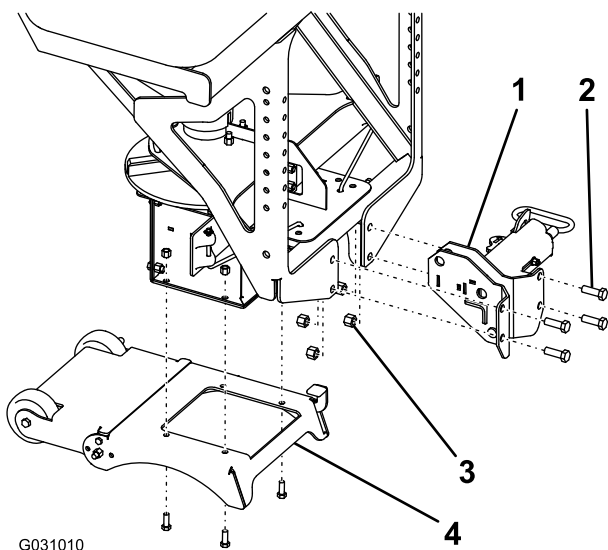

Figura 8
1. Monte la pieza de fijación RT3 en el esparcidor con 4 pernos (1/2") y contratuercas (1/2") y apriete los pernos con un par de 76 N m (Figura 8).
2. Monte el conjunto de la pata en el esparcidor con los 4 pernos (3/8") y contratuercas (3/8") existentes y apriete los pernos con un par de 27 N m (Figura 8).